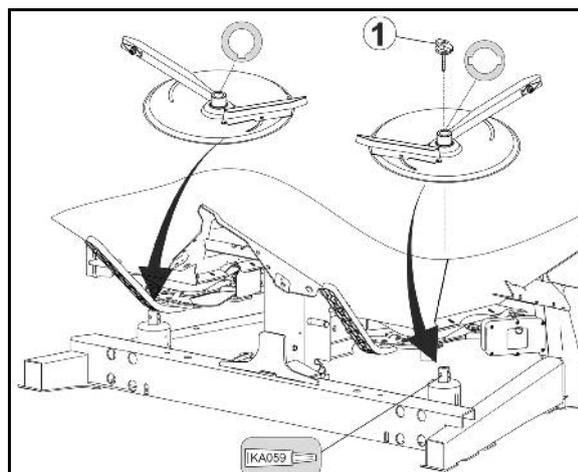

Fig. 42
1. Flügelmutter (Fig. 42/1) entfernen.